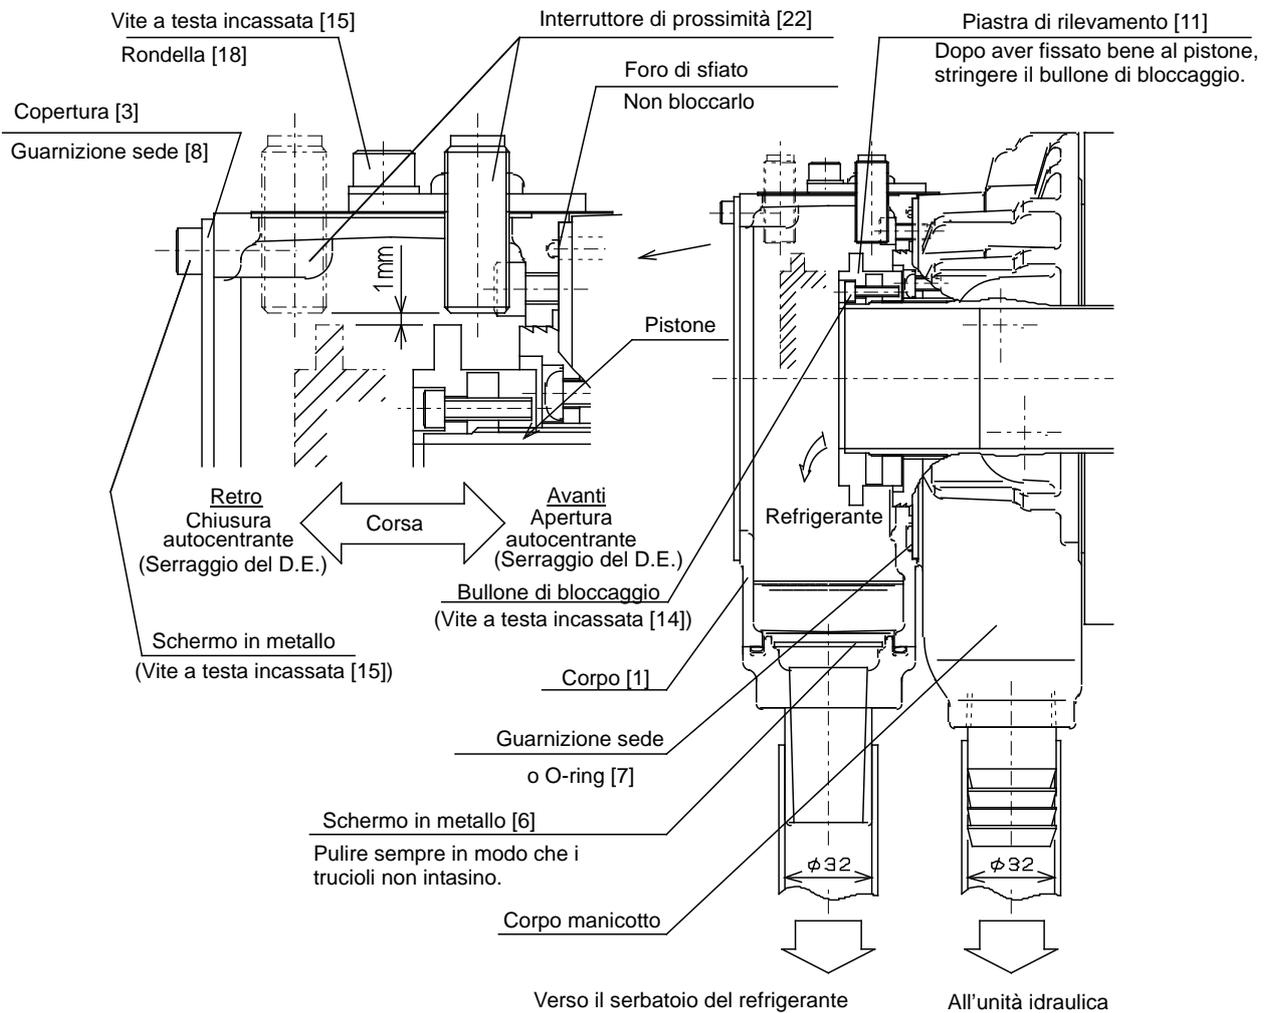
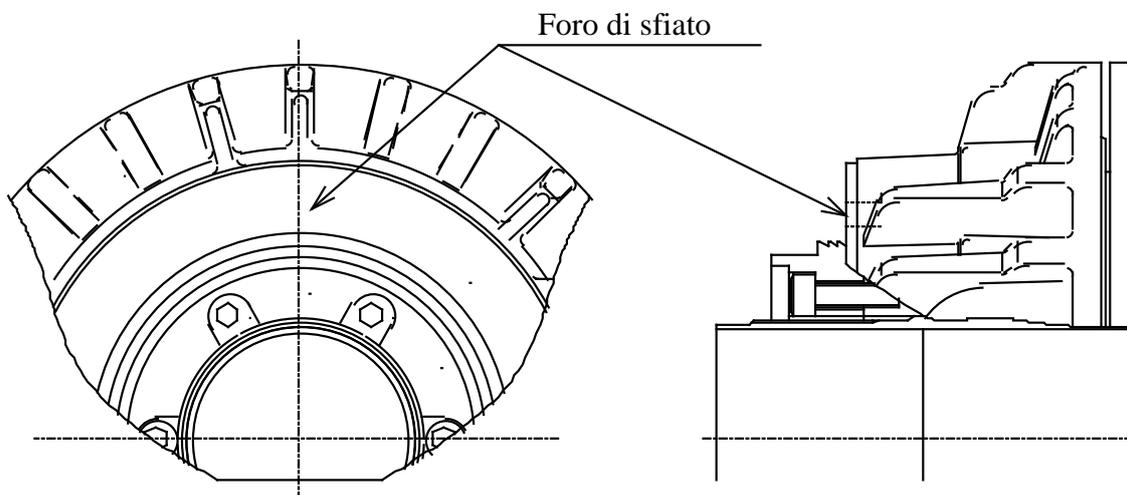

Fig. 6
Fig. 7
(Diametro interno  $\phi$  32) (Fig. 6)
Per regolare l'interruttore di prossimità, leggere le seguenti istruzioni. (Fig.6)
- Nel caso in cui si utilizzi un raccoglitore di liquido refrigerante fabbricato da un produttore diverso da Kitagawa Iron Works, non bloccare il foro di sfiato. (Fig. 6 , Fig. 7)
Pulire sempre la perforatrice del metallo in modo che il refrigerante non ristagni all'interno del raccoglitore di liquido refrigerante. Accertarsi che dei trucioli non creino ostruzioni. (Fig. 6)